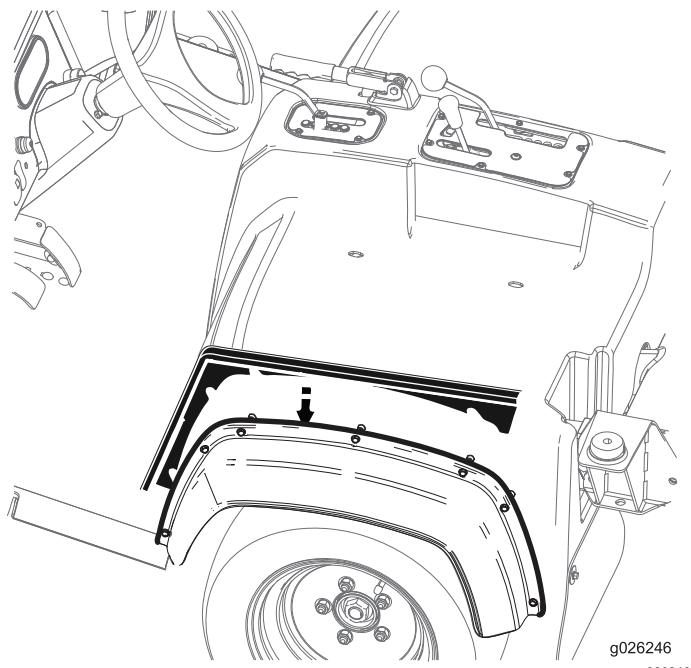

Figura 29
2. Fate scorrere i pannelli della piastra laterale tra la copertura del sedile e i parafanghi laterali (Figura 29).